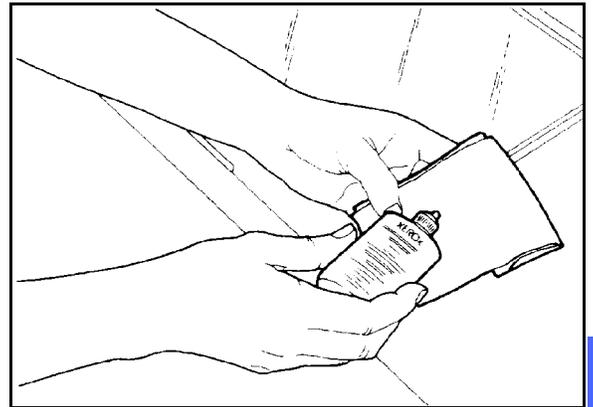

Abb. 2: Fusselfreies Tuch anfeuchten
- 1 Ein sauberes fusselfreies Tuch (Abb. 2) leicht mit Xerox Linsen- und Spiegelreiniger oder einem nicht scheuernden Glasreiniger anfeuchten.